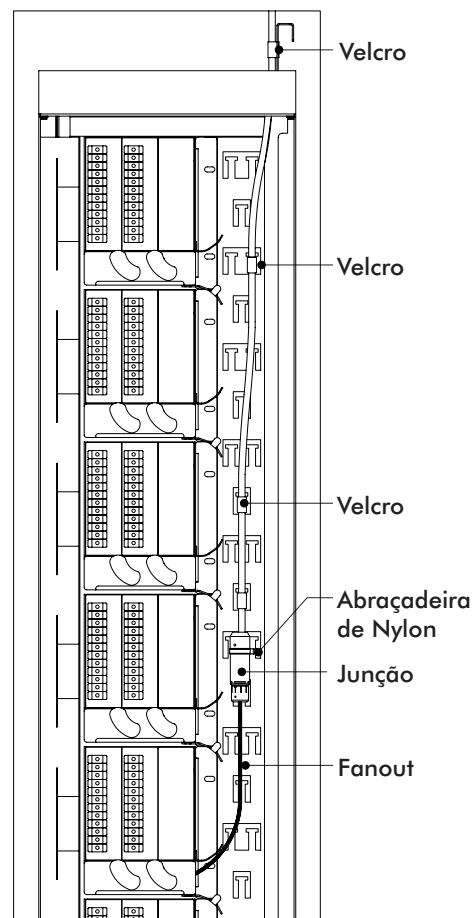

Figura 11
2. Guie os cabos Trunks – Fanouts até próximo aos Sub-Racks pela parte traseira da passagem lateral de cabos do Rack FTH-300. Utilize a Velcro dupla face para a fixação durante o caminho e as abraçadeiras de Nylon de 150 mm na fixação da junção. Conforme mostrado na Figura 11.